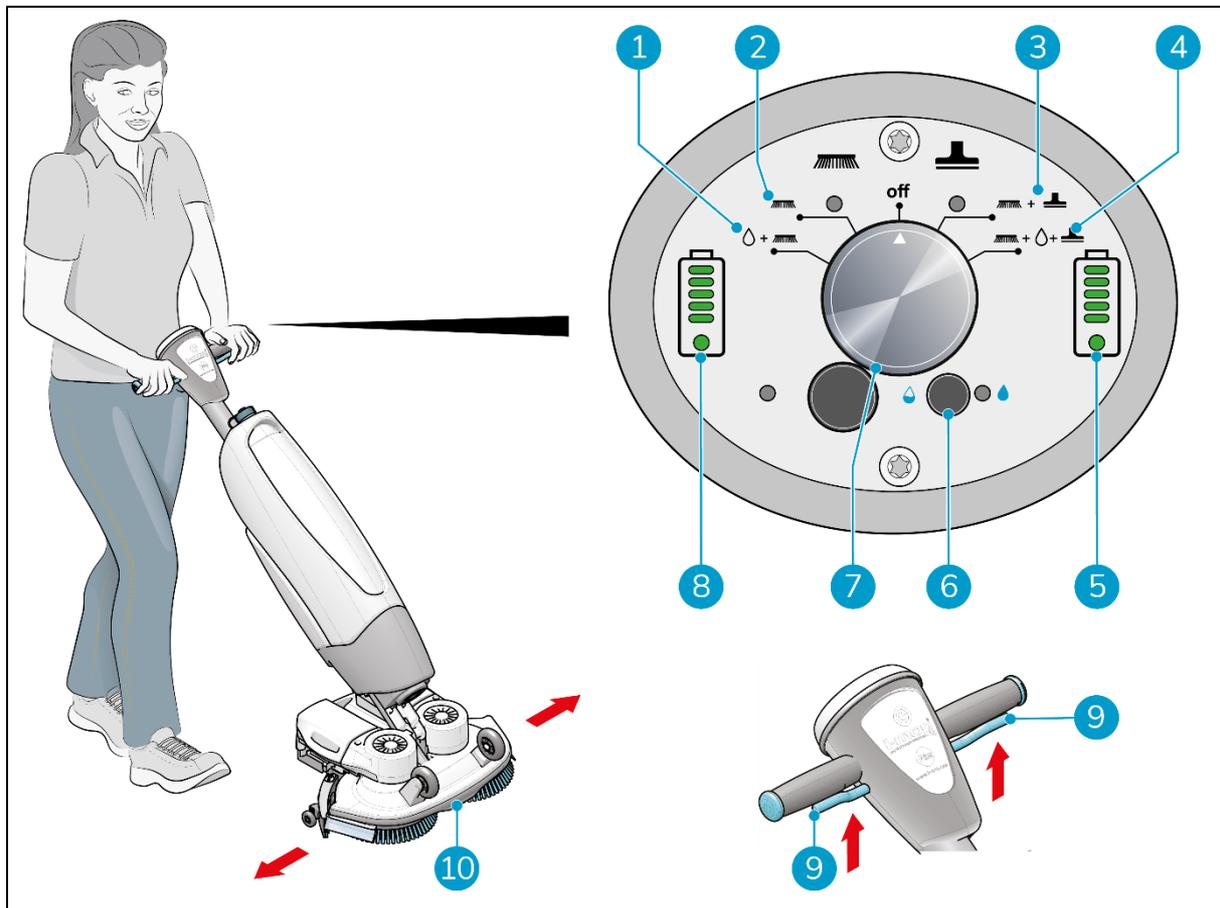

Figure 16
4. Placez-vous derrière l'i-mop® XL basic. Choisissez votre mode de nettoyage à l'aide de l'interrupteur principal (Figure 16, pos 7). L'i-mop XL basic se met également en marche.
- MODE 1 : Brosse + eau/solution de nettoyage (Figure 16, pos 1).
- MODE 2 : Brosse uniquement (Figure 16, pos 2).
- MODE 3 : Brosse + aspirateur (Figure 16, pos 3).
- MODE 4 : Brosse + eau/solution nettoyante + aspirateur (Figure 16, pos 4).
6. Appuyez sur la gâchette de la poignée (Figure 16, pos 9).
9. Dirigez en tournant doucement la poignée vers la gauche ou la droite pour déplacer le plateau de lavage (Figure 16, pos 10).
10. Relâcher la gâchette (Figure 16, pos 9) arrêtera immédiatement l'i-mop® XL basic. Le moteur d'aspiration s'arrête après 3 secondes.